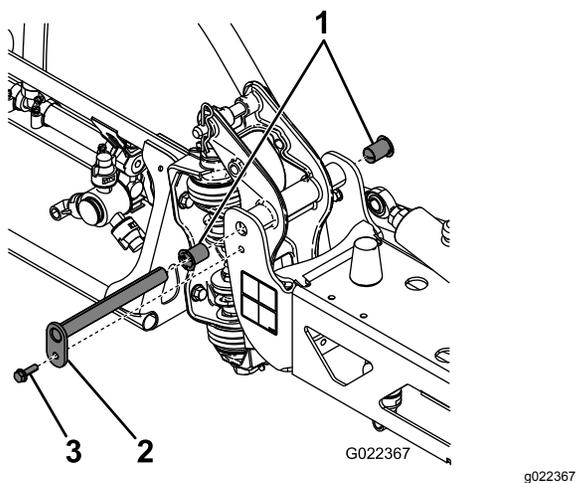

図 57
3. ブームを支えておきながら、ピボットピンをブームアセンブリに固定しているボルトとナットを取り外す 図 57。
6. ナイロンブッシュを取り外し、ピボットブラケットの前面および後面側から見て点検する 図 57。
8. センターフレームにブーム&ピボットブラケットアセンブリを取り付け、開口部を整列させる 図 57。